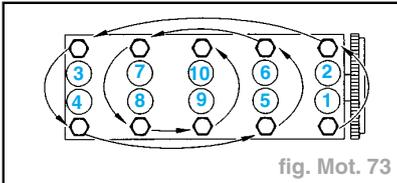
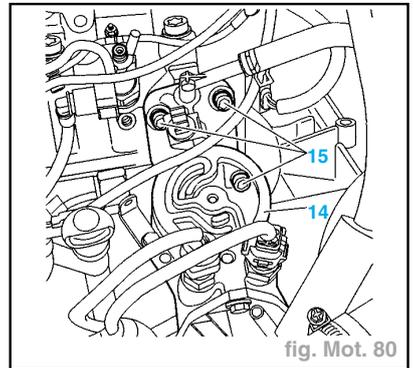
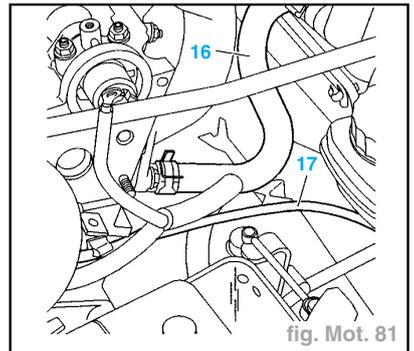
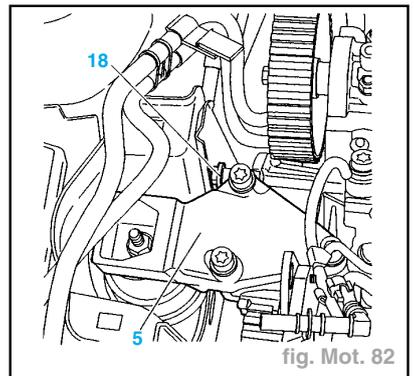

fig. Mot. 73
fig. Mot. 80
fig. Mot. 81
fig. Mot. 82
Attention : Procéder vis par vis et dans l'ordre indiqué (fig. Mot. 73).
- Déposer les 3 vis (15) (fig. Mot. 80).
- Écarter le boîtier de sortie d'eau (14) du carter-cylindres.
- Désaccoupler la durit (16) (fig. Mot. 81).
- Écarter le tube (17).
- Reposer le support moteur droit (5) (fig. Mot. 82).
- Desserrer la vis (18) et la mettre en contact sur le passage de roue.
- Desserrer les 10 vis de fixation de la culasse (respecter l'ordre indiqué) (fig. Mot. 73).